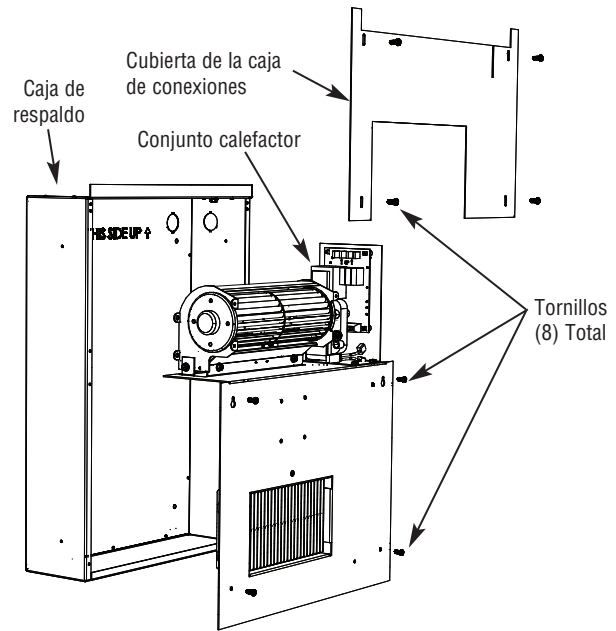

Figura 1- Remoción del conjunto calefactor fuera de la caja de respaldo
**NOTA:** El conjunto calefactor / cubierta de la caja de conexiones consta de dos partes. La parte superior es la cubierta de la caja de conexiones. La parte inferior es el conjunto calefactor. (Vea la Figura 1).